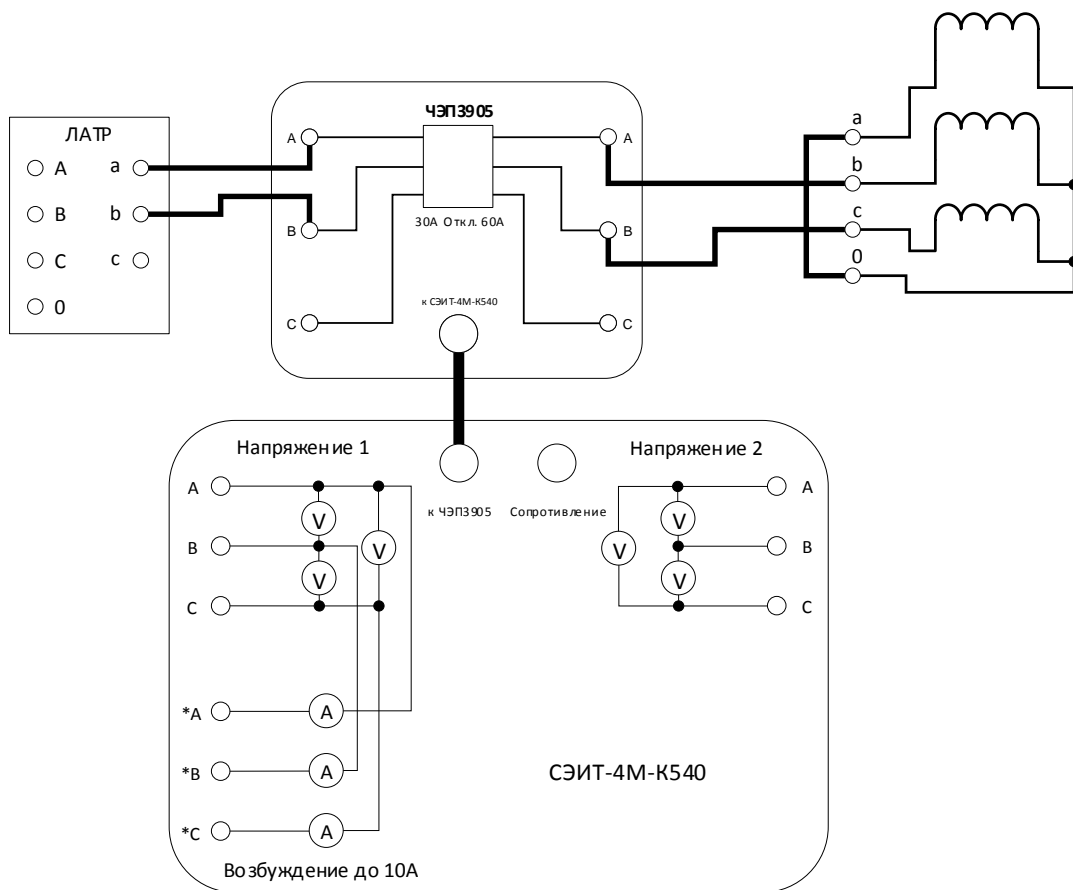
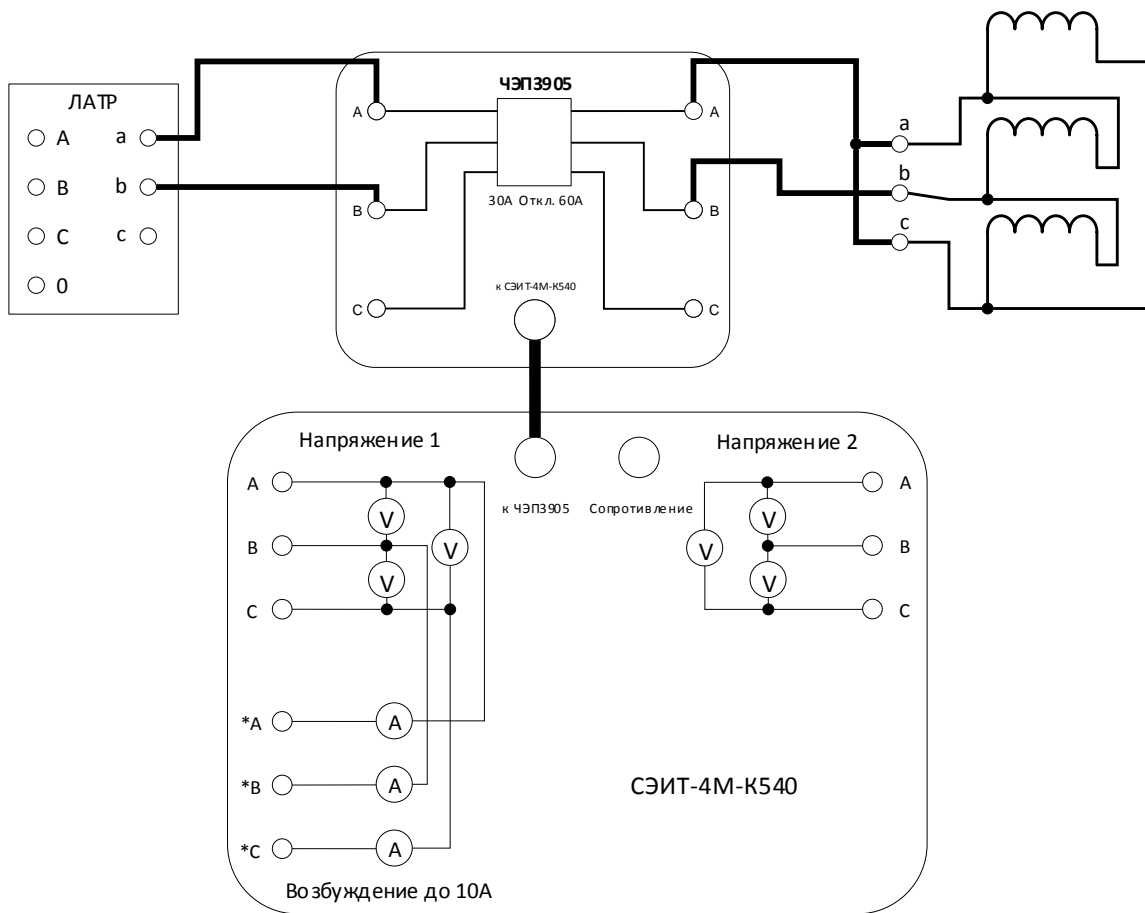

Рис. 15. Опыт холостого хода при малом напряжении для обмоток, соединенных звездой.
Рис. 16. Опыт холостого хода при малом напряжении для обмоток, соединенных треугольником.
1) Выполняют короткое замыкание обмотки фазы А, возбуждают фазы В и С трансформатора и измеряют потери. Измерительные схемы данного опыта для схем соединения обмоток Y_0 и Δ приведены на рис. 15 и рис. 16 соответственно.